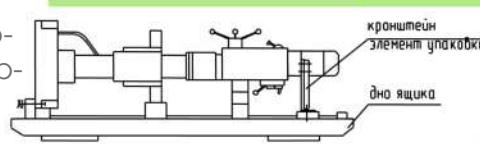

Рисунок 4 Схема крепления станка при транспортировании
- детали станка, не имеющие постоянного защитного покрытия от коррозии, подвергнуты консервации. (Рисунок 4)